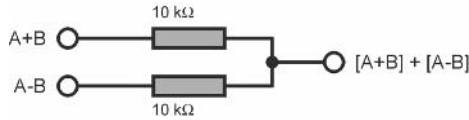
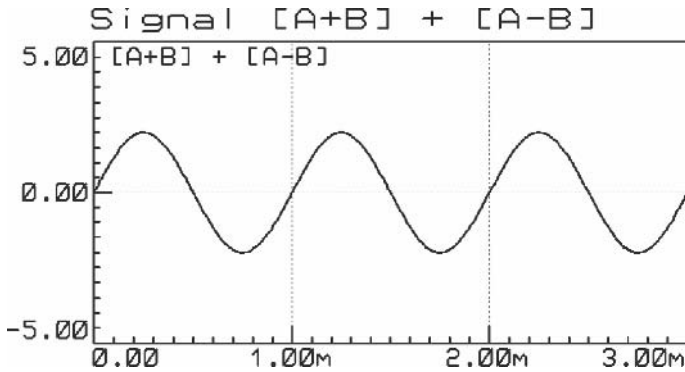

Figure 2.28
Figure 2.29
**Tentatoo** – J’aime quand vous prenez de telles initiatives, Sepatoo, cela me réconforte de vous voir ne pas rester passif. Allez-y, voici deux résistances de 10 kΩ pour effectuer la sommation, je vous laisse les câbler selon le schéma donné en **figure 2.28**.
**Sepatoo** – Bien... Alors additionnons A+B avec A-B en utilisant l’additionneur de la **figure 2.28**, et voyons ce que montre l’oscilloscope en **figure 2.29**.